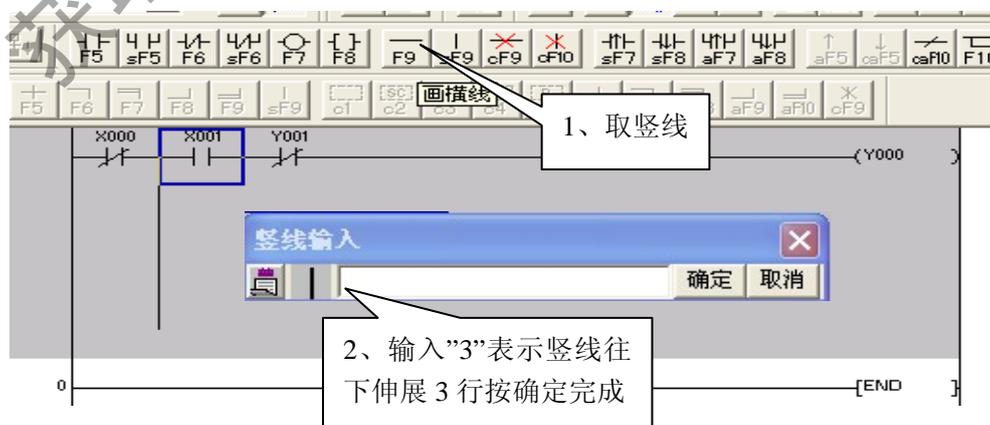

图 5-18 自动保持互锁电路编写
(3) 单击  符号在弹出的对话框输入“3”点击确定，如下图 5-18。